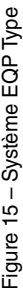

Figure 13 – Terminal Electrique (Modèle EQP)
1. Connecter les fils du câblage externe sur les bornes appropriées à l'intérieur de la boîte de jonction de l'appareil, comme représenté sur la Figure 13. Voir la Figure 14 pour l'identification des bornes.